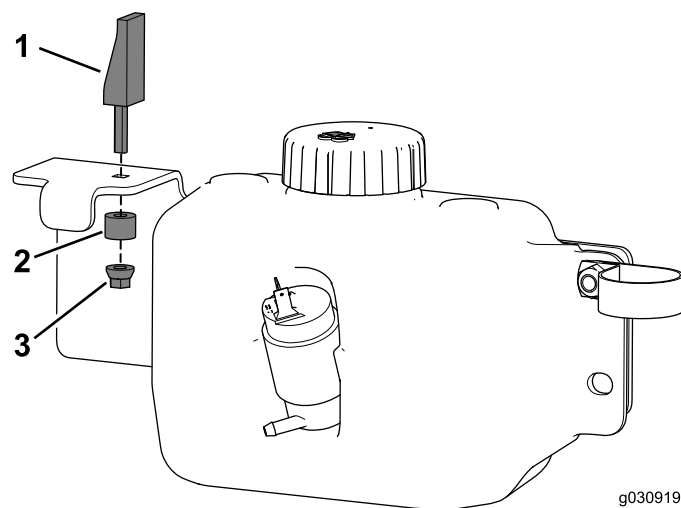

Figura 33
4. Instale el conjunto de cierre de expansión en el soporte del depósito (Figura 33).